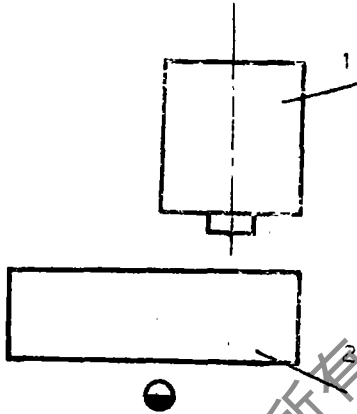

图4 机床、激光器布置图。
(4) 导轮机构[5] 由曲柄机构将工件推进导轮机构后，立即脱开工件，此后由导轮带动工件作匀速运动，使工件按要求的速度匀速地通过激光照射点进行焊接加工。在正常生产时，曲柄一转推进工件一个，导轮由另一电机驱动。曲柄机构每分钟送来的工件个数与其长度之乘积，应与导轮线速度相适应。
(5) 激光器与机床的配置 激光器放在机床后面，与机床成垂直位置。如图4。